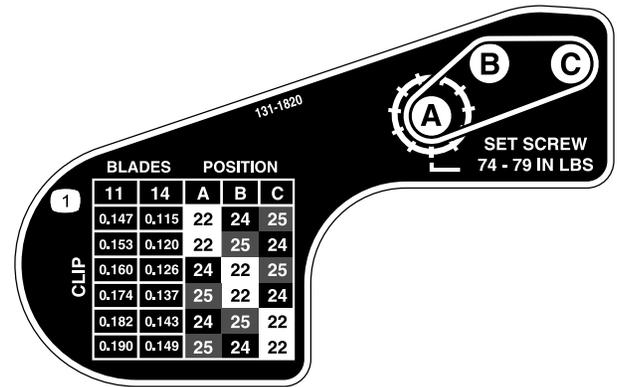

图18
- 使用 图18 上的标贴中所示的图表确定您需要的切距设置及您需要移动的皮带轮。
- 按标贴 (图18) 中所示的新配置安装每个皮带轮。